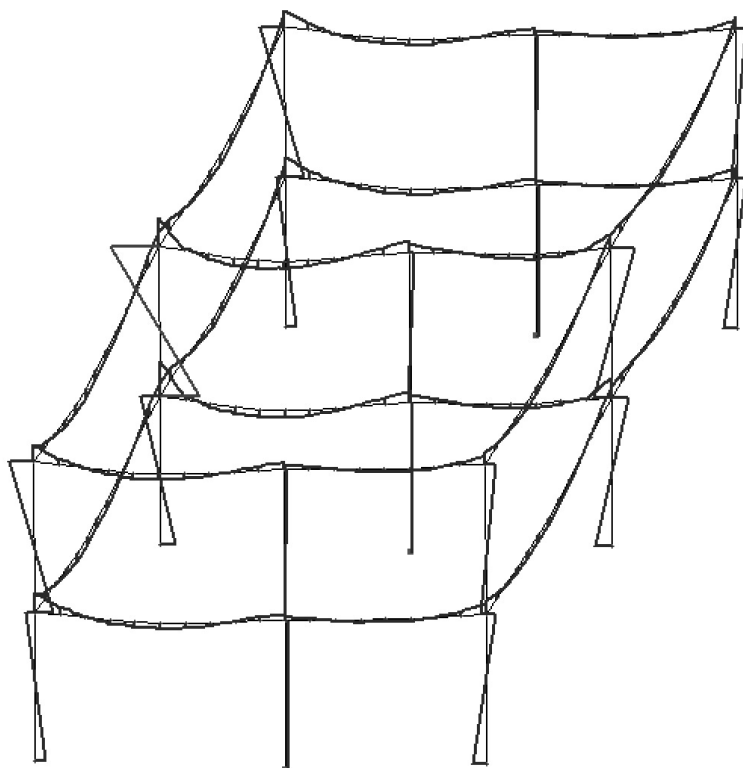

Рис.4.25. Эпюры изгибающих моментов M_y
- Выведите на экран эпюру M_y (рис. 4.25) с помощью меню **Усилия** ⇒ **Эпюры** ⇒ **Эпюры изгибающих моментов (M_y)** (кнопки , а затем  на панели инструментов).